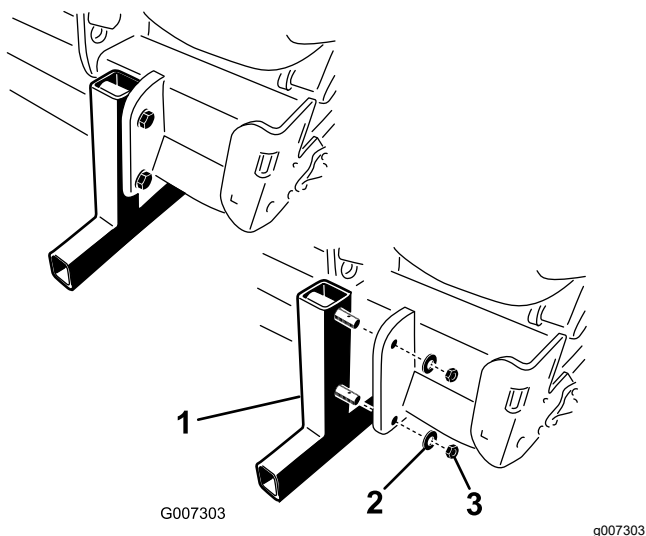

Figure 20
2. Retirez les écrous et les rondelles de blocage qui fixent les supports de rangement sur la machine (Figure 20).
4. Insérez les goupilles à anneau (incluses dans les pièces détachées) dans les ergots des supports pour le rangement (Figure 20).